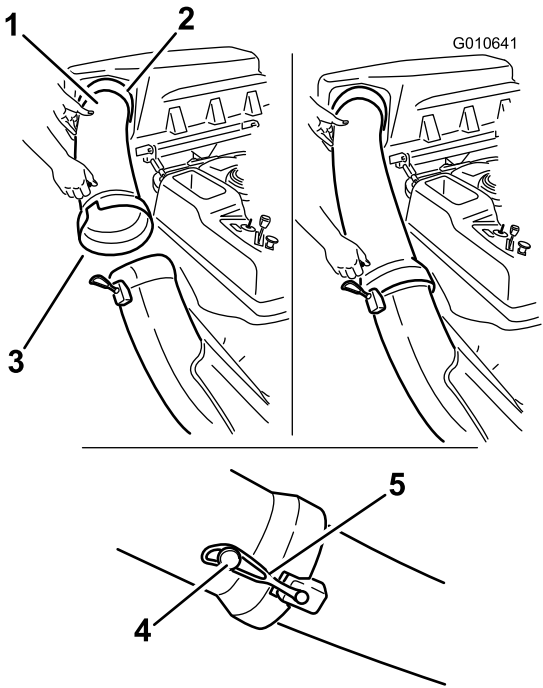

Figura 23
- Coloque el extremo abocinado del tubo de descarga sobre el extremo del conducto. Enganche la correa de goma del conducto alrededor de la clavija del tubo de descarga (Figura 23).
- Introduzca el extremo curvo del tubo de descarga en el orificio de la tapa del ensacador (Figura 23).